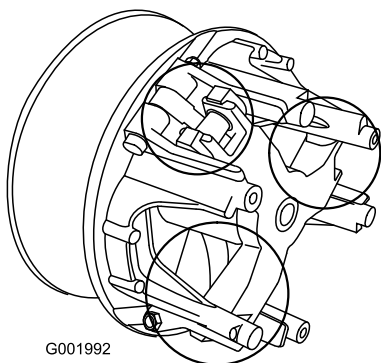

Figura 57
5. Lubrificate le parti in movimento nelle zone contrassegnate da un cerchio nella Figura 57 utilizzando l'aerosol lubrificante a secco Toro, reperibile dal rivenditore o distributore Toro autorizzato di zona.